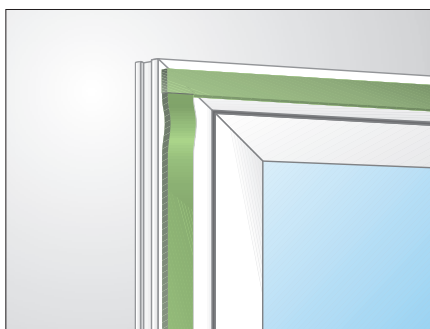

Bild 1: Eckauslegung bei der Fenstermontage
- illbruck illmod 600 darf nicht um die Blendrahmenecke geführt werden (Bild 1).
- Die Bänder werden stumpf gestoßen (Bild 1 + 3).